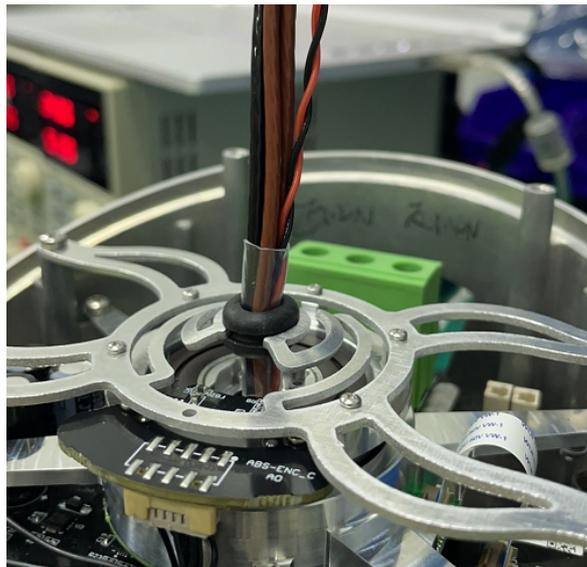

图 3-18: 套入护线环
- 护线：将橡胶护线环从束线架一侧线缆接头上套到线缆上的热缩管上，之后将护线环套入到束线架上，如图 3-18所示；